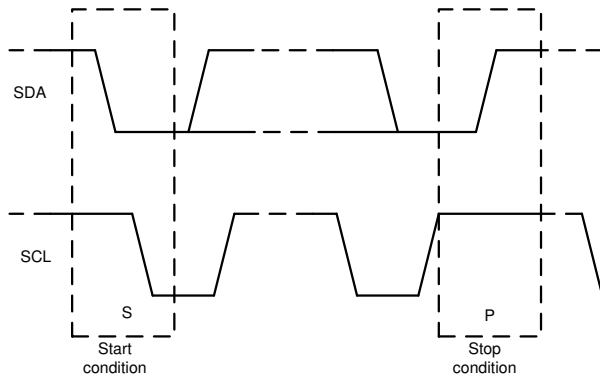

图 7-15. 启动和停止条件
1. 控制器通过产生启动条件来启动数据传输。启动条件是当 SCL 为高电平时在 SDA 线上发生从高到低的转换，如图 7-15 所示。所有与 I2C 兼容的器件都会识别启动条件。
4. 为了用信号指示数据传输结束，控制器通过在 SCL 线处于高电平期间将 SDA 线从高电平拉低来产生停止条件，如图 7-15 所示。此操作将释放总线并停止与寻址的目标器件之间的通信链路。所有与 I2C 兼容的器件都会识别停止条件。在收到停止条件后，将释放总线，然后所有目标器件等待启动条件，接着是匹配的地址。